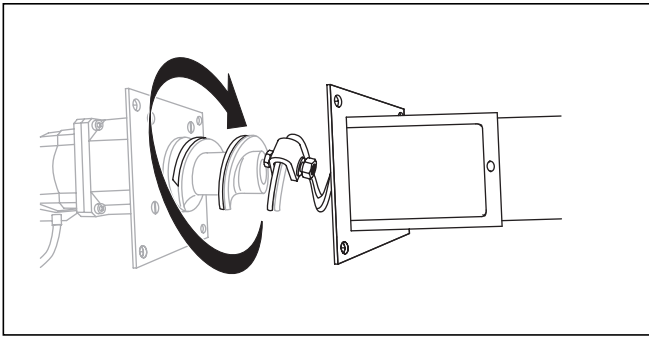

Abb. 6.28 Motor auf Schnecke eindrehen
- Markieren Sie die Stelle (siehe Pfeil Abb. 6.28), an der Sie den Schneckenwendel bündig mit dem Motorflansch ablängen.